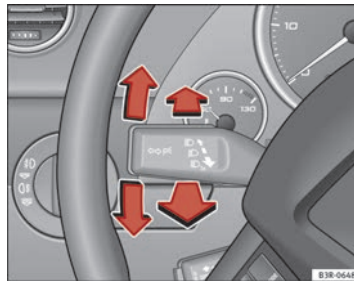

Fig. 92 Palanca de los intermitentes y de la luz de carretera
- Desplace la palanca hacia arriba hasta el tope ⇒ **fig. 92** para poner el intermitente de la derecha o bien hacia abajo, para el de la izquierda.